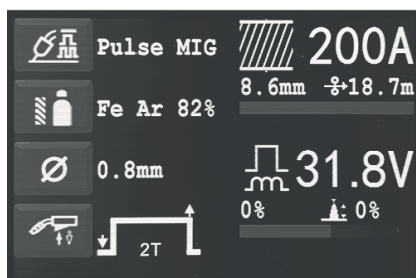

Рисунок 10. Приклад головного меню у режимі зварювання «TWIN PULSE».
5.1.4.2 Налаштування опції «TWIN PULSE» (рис. 10).